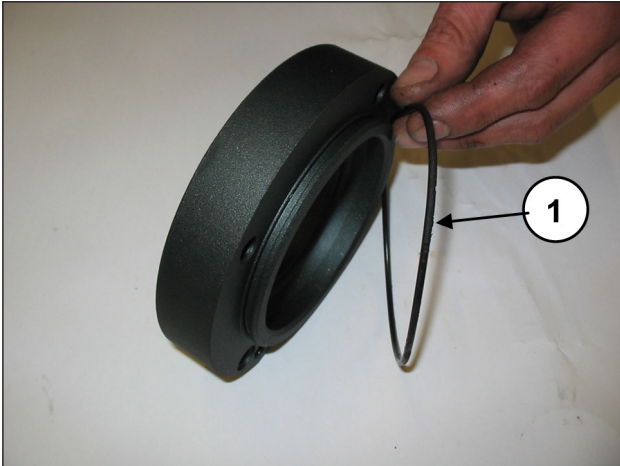
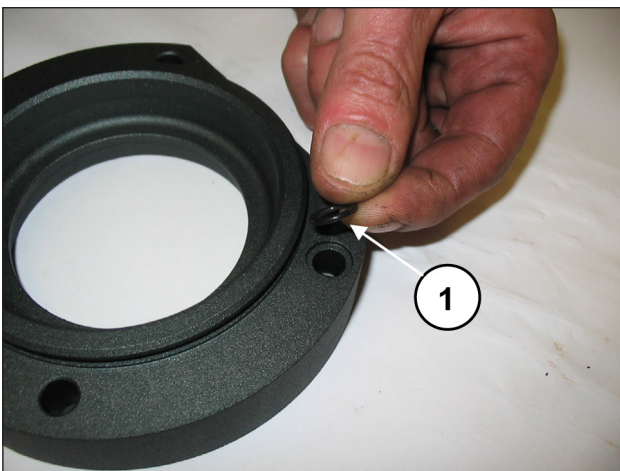

Abb. 66
Abb. 67
Setzen Sie auf die Zapfwellen-Lagerdeckel den äußeren O-Ring (Pos. ①, Abb. 66) und den O-Ring der Schmierbohrung (Pos. ①, Abb. 67).